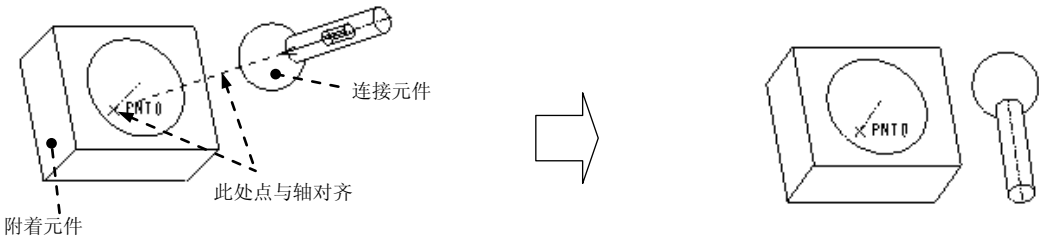
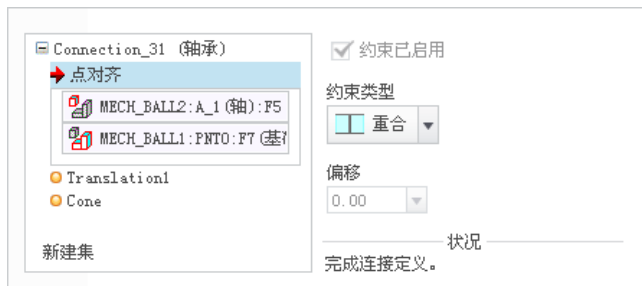

图 9.2.19 轴承（Bearing）接头
图 9.2.21 “点对齐”约束参考
轴承接头是球接头和滑动杆接头的组合，如图 9.2.19 所示，在这种类型的接头中，连接元件既可以在约束点上沿任何方向相对于附着元件旋转，也可以沿对齐的轴线移动。
② 单击操控板菜单中的  选项卡。
③ 定义“点对齐”约束。分别选取图 9.2.19 中的点和轴线(元件 MECH_BALL1.PRT 上的点 PNT0 和元件 MECH_BALL2.PRT 上的中心轴线)。  点对齐 约束的参考如图 9.2.21 所示。